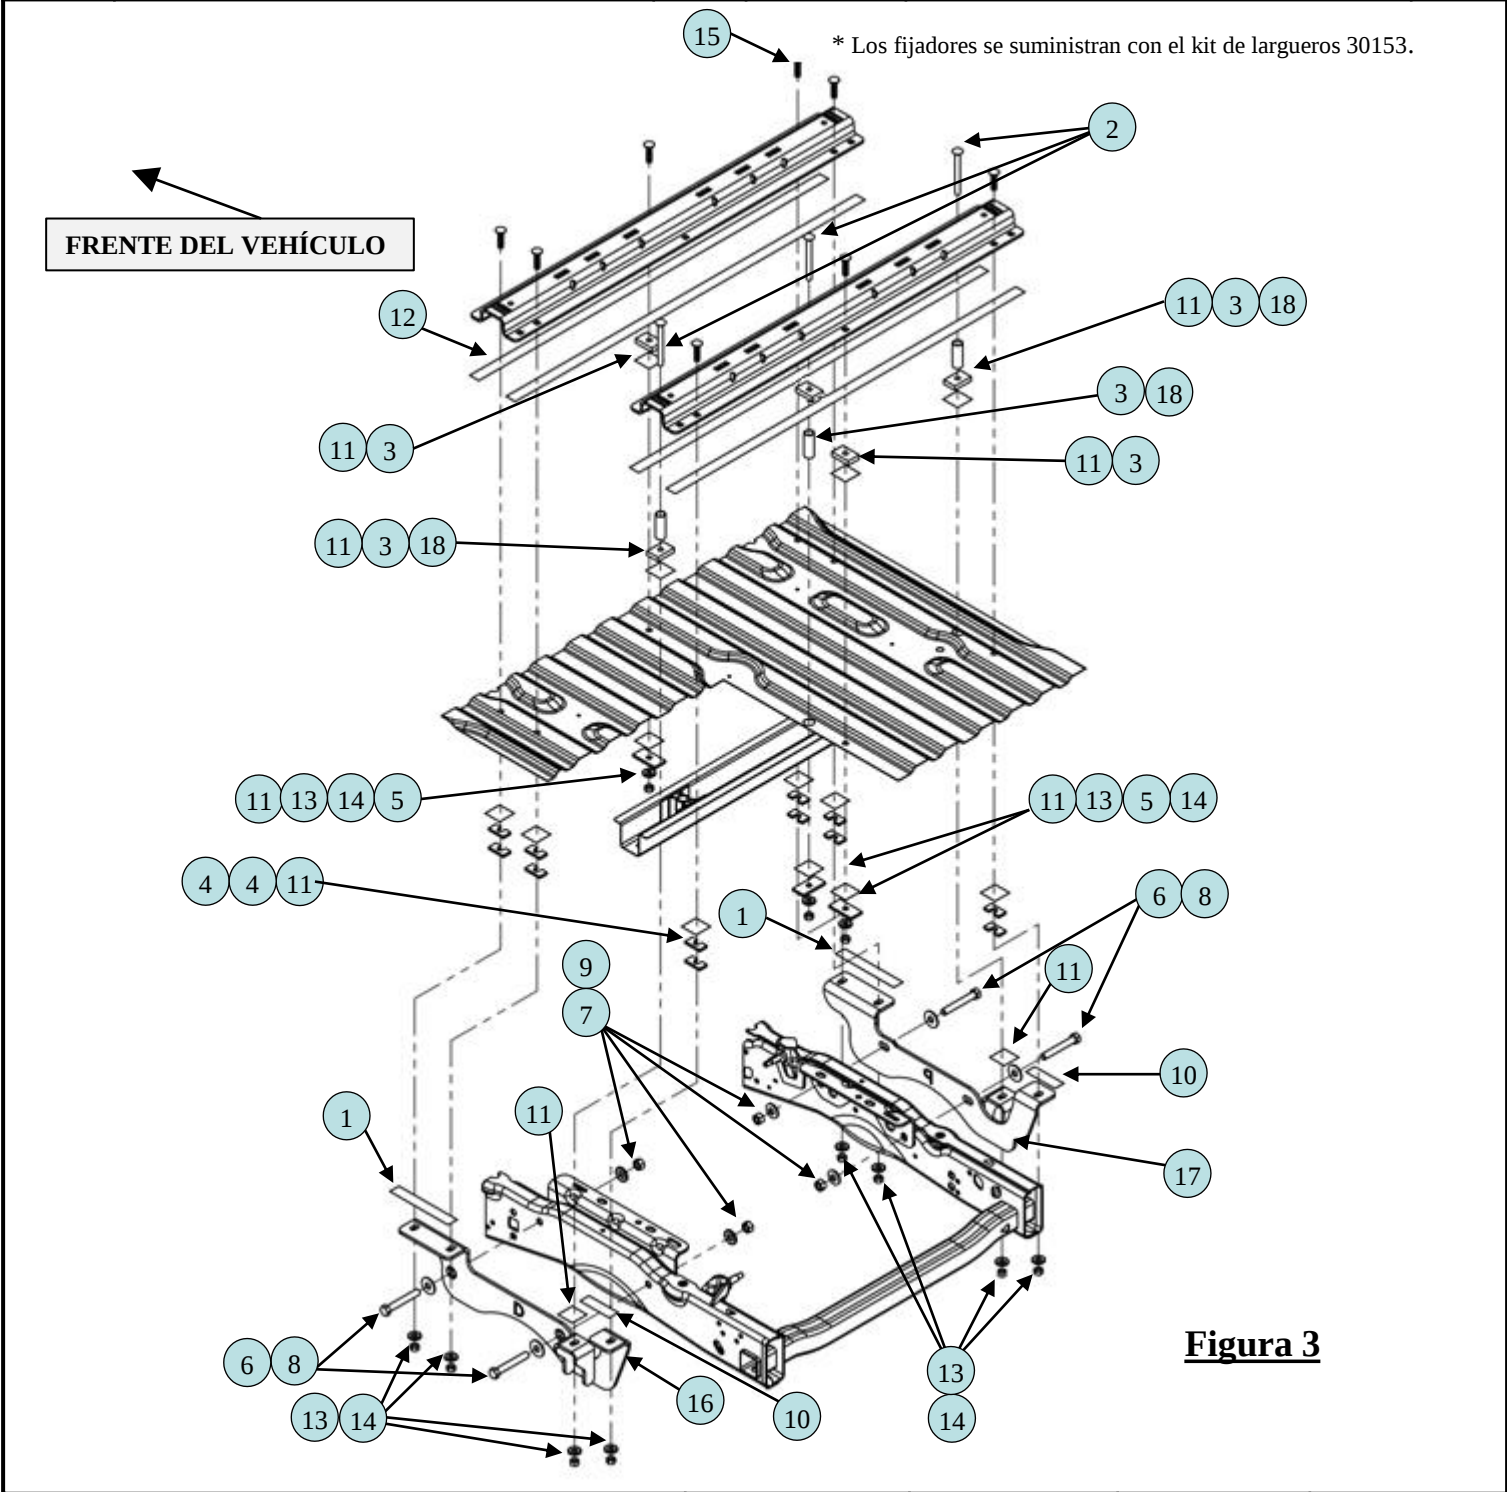

Figura 4: Tira aislante en el espaciador en forma de U
IMPORTANTE: El contacto entre componentes de acero descubierto (soportes de montaje del bastidor, espaciadores en U, largueros de montaje etc.) y la cama de aluminio puede causar corrosión con el transcurso del tiempo. Asegurar que la pintura no esté deteriorada en los soportes. Este kit también incluye los aislantes galvánicos que proporcionan una capa adicional de protección; usar cuadros aislantes galvánicos (11) o tiras aislantes galvánicas (1), (10) y (12) en la superficie que hará contacto con la cama del vehículo. Ver la Figura 4, Figura 5 y Figura 6. Volver a pintar las zonas donde se perfora a través de la cama.